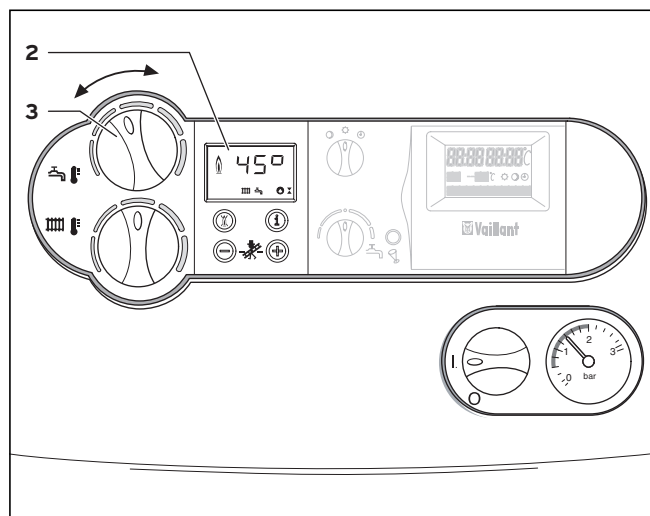

Fig. 4.6 Indstilling af beholdertemperaturen
Hvis vandets temperatur kommer under den indstillede beholdertemperatur, starter kedlen automatisk og varmer beholderen op. Under beholderopvarmningen blinker  på displayet (2), se fig. 4.6.
- Det gøres ved at dreje drejeknappen (3) til indstilling af varmtvandstemperaturen til venstre helt til anslaget, se fig. 4.6. En frostsikringsfunktion for beholderen er fortsat aktiv.